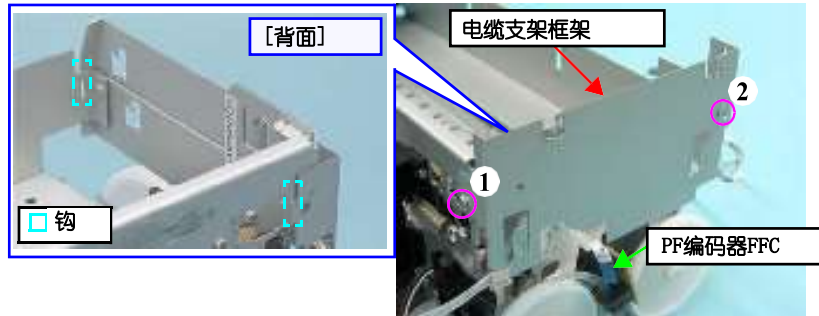

图1-73。卸下电缆固定架框架
- 安装电缆固定架框架时，将电缆固定架框架的两个挂钩与主机架和前框架的定位孔相匹配，如图1-73所示 (第47页)，并按照给定的顺序拧紧螺钉。这个数字。